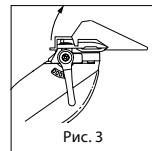

Рис. 3
- Чтобы снять направляющую для стрижки, потяните ее наружу по направлению вверх (Рис. 3).